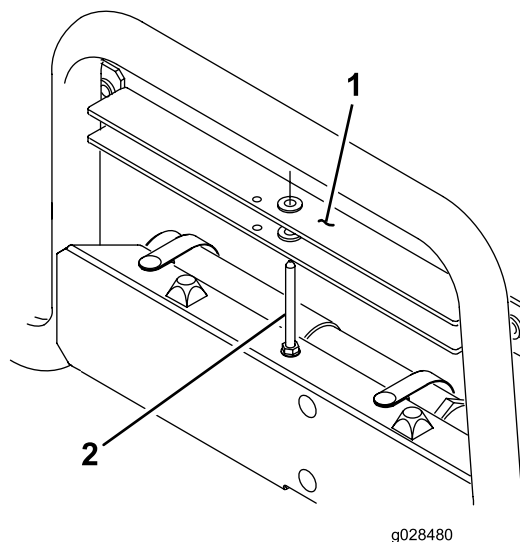

Figura 6
2. Retire o suporte da plataforma do pino de armazenamento na parte superior do canal de suporte do encosto no veículo (Figura 6).